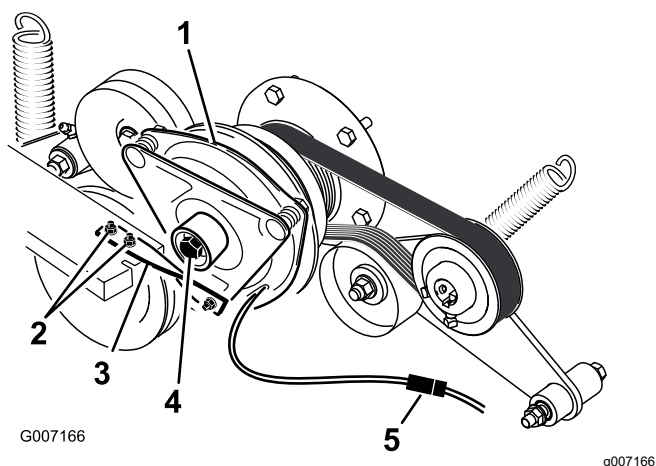

Bild 77
6. Schließen Sie den elektrischen Anschluss für die Kupplung ab (Bild 77).
7. Nehmen Sie die zwei Schrauben ab, mit denen der Gummikupplungsriemen am Mäherrahmen befestigt ist (Bild 77).
ist, und entfernen Sie die Kupplung und den Schlüssel (Bild 77).
15. Halten Sie die Kurbelwelle an das Heck der Maschine und setzen Sie die mittlere Schraube ein. Ziehen Sie sie mit 68 N·m an (Bild 77).
16. Befestigen Sie den Gummikupplungsriemen mit den zwei vorher entfernten Schrauben und Muttern am Mäherrahmen (Bild 77).
18. Stecken Sie den elektrischen Anschluss für die Kupplung ein (Bild 77).